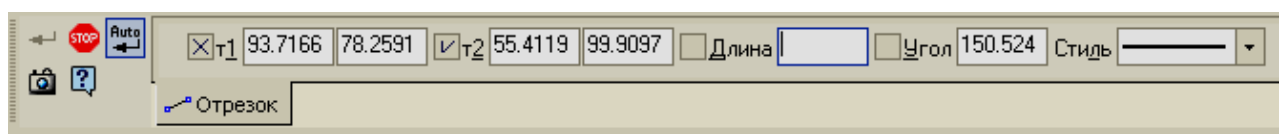

Рис.31
**Строка параметров объектов** содержит значения характерных параметров элемента, которые в настоящий момент создаются или редактируются на чертеже. Например, при рисовании отрезка отображаются координаты начальных и конечных точек, длина отрезка и угол наклона, а также тип линий, которым этот отрезок будет выполнен (рис.31).